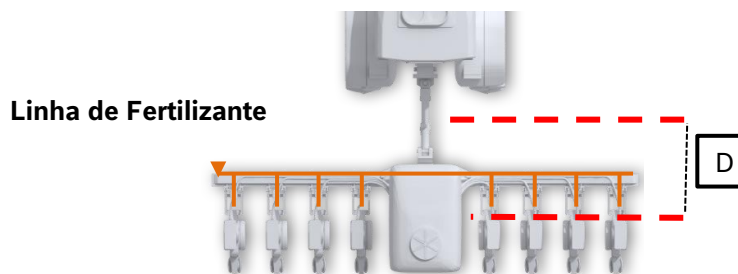

Figura 45 - Distância engate-barra
- D) Distância Engate-Barra: distância em cm entre o engate e a média de distância dos tubos de fertilizante, Figura 45: